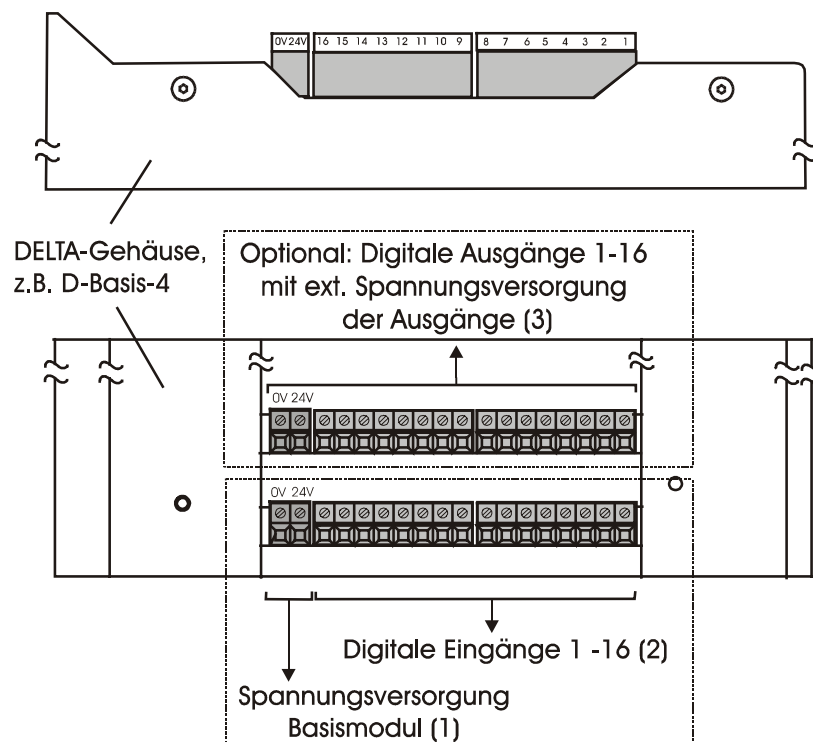

Abb. 35: Draufsicht und Seitenansicht DELTA-Basisgehäuse
- Ziehen Sie die 2-polige Klemme (1) der Spannungsversorgung für das Basismodul ab (siehe Abb. 35).
- Ziehen Sie die zwei 8-poligen Klemmen (2) der 16 digitalen Eingänge, die auf dem DELTA PID-Regler-Modul vorhanden sind, ab (siehe Abb. 35).
Ziehen Sie die 2-polige Klemme (3) der externen Spannungsversorgung der Ausgänge und die zwei 8-poligen Klemmen (3) der 16 digitalen Ausgänge ab (siehe Abb. 35).